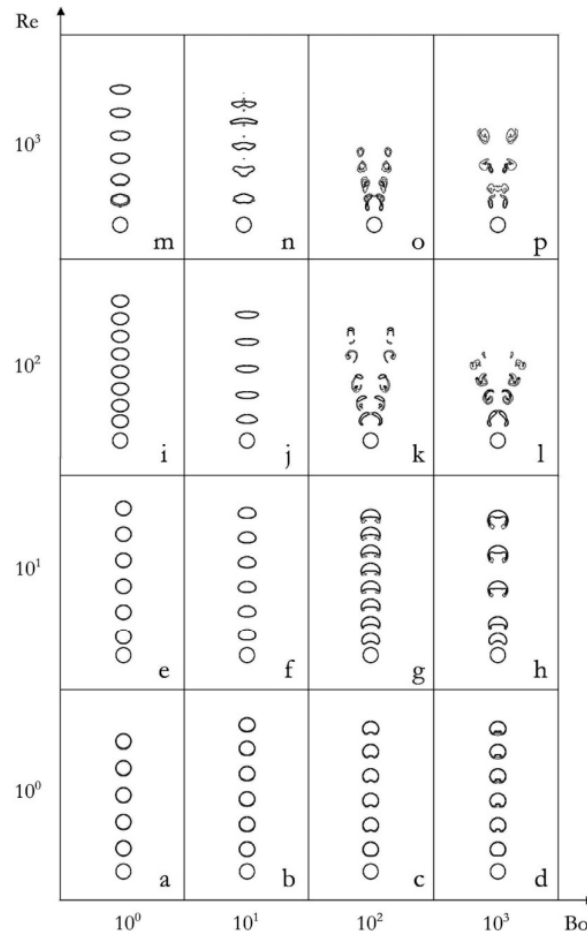

FIGURE 3 – Fig. 15 de la Référence [1]. Formes de bulles en fonction des nombres de Bond et de Reynolds.
1. Repérer à quel cas de l’article de Bonometti & Magnaudet [1] correspond votre simulation. Le tableau 2 permet de retrouver les formes de bulles attendues, présentées en Fig. 3, et les signaux de vitesse ascensionnelle présentés en Fig. 4. Le but est bien sûr de comparer les résultats avec ceux obtenus dans cette étude lors de l’analyse.
1. Observer les formes de bulles, se comparer à la Fig. 3.